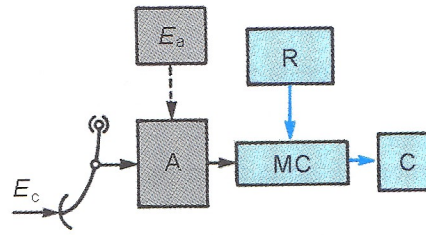

Figure 10.2 • Assistance par dépression.
- une **dépression** ( $p < p_a$ ) dans la tubulure d'admission, ou par une pompe à vide – dans le cas d'un moteur Diesel (figure 10.2) ;